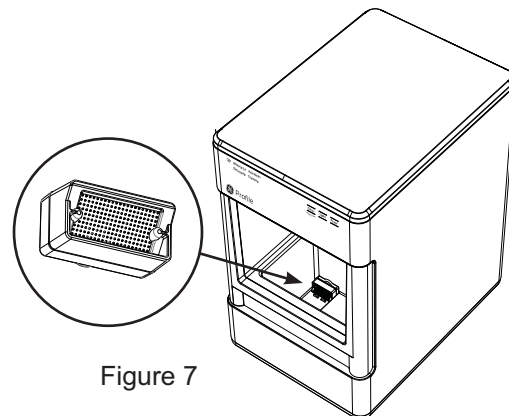

Figure 7
- Désinstallez tous les filtres en accessoire et replacez le tamis à mailles fourni avec l'appareil. (Figure 7)